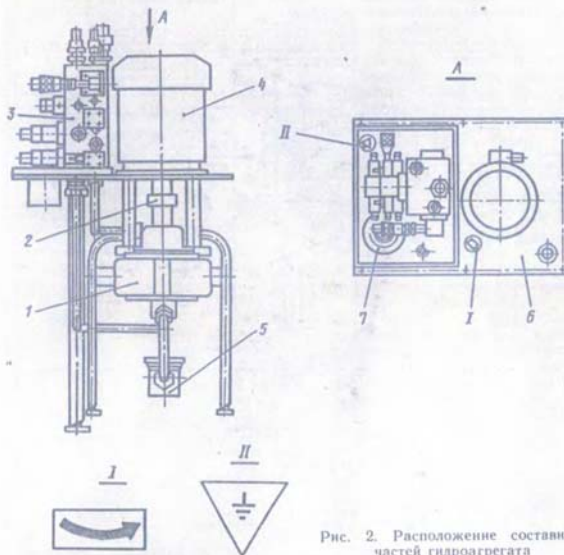

Рис. 2. Расположение составных частей гидроагрегата
1.2.1. Гидроагрегат встраивается в проем станины прессы, накрывая выполненную в станине емкость для рабочей жидкости. Гидроагрегат включает в себя насос 1 (рис. 2), приводимый во вращение электродвигателем 4, и гидроблок 3 с регулирующей и контрольно-распределительной гидроаппаратурой.